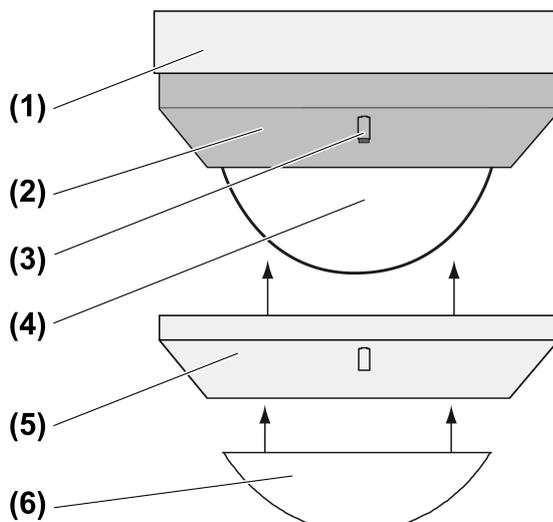

Figure 1
Une LED rouge et une LED bleue (Figure 1) permettant de signaler les différents états de fonctionnement se trouvent derrière la fenêtre du capteur (4).